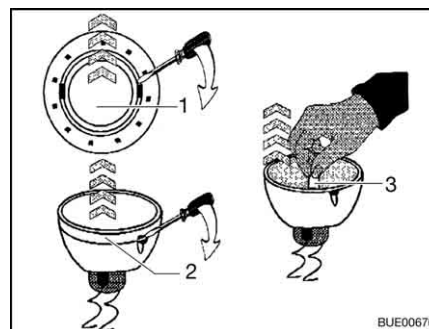

Fig. 295 Sostituire la lampada alogena ad incandescenza
- Togliere dall'involucro l'anello di copertura interno (Fig. 295,1) servendosi di un cacciavite.
- Servendosi di un cacciavite, rimuovere l'anello di copertura con la lastra di vetro (Fig. 295,2) dalla parte inferiore della lampada alogena a incasso.
- Rimuovere la lampada alogena ad incandescenza (Fig. 295,3).